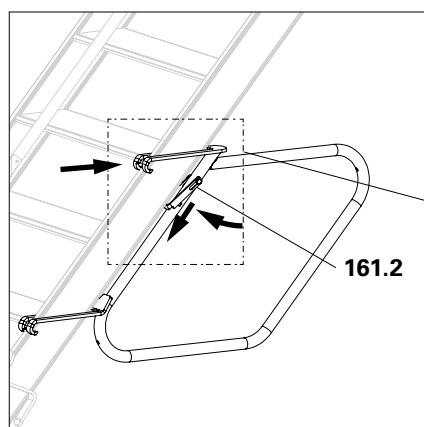
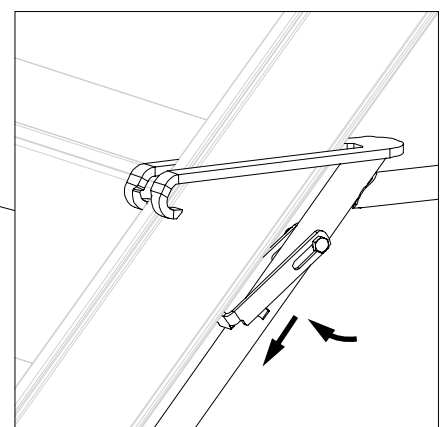

Abb. A8.11c
Abb. A8.11d
3. Sicherungsriegel (**161.2**) ausschwenken und nach unten zwischen Treppenhalm und Treppengeländer ziehen. (Abb. A8.11c + Abb. A8.11d)